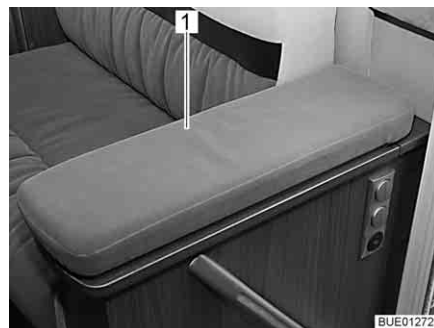
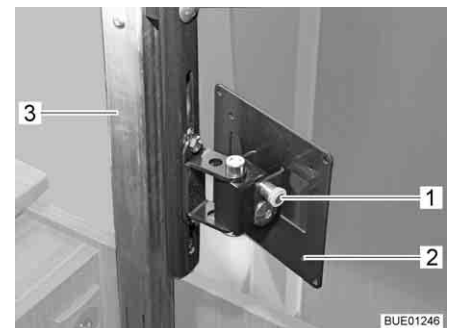

Bild 66 TV-Fach
Bild 67 Hubmechanismus
- Abdeckung (Bild 66,1) des TV-Fachs in der Mitte leicht nach unten drücken. Die Ausschubsäule (Bild 67,3) wird entriegelt und fährt nach oben.
- Entriegelungsknopf (Bild 67,1) ziehen und die Halterung (Bild 67,2) mit Flachbildschirm in die gewünschte Position schwenken.
- Flachbildschirm in die Ausgangslage zurückschwenken, bis die Halterung (Bild 67,2) in die Verriegelung einrastet.
- Abdeckung (Bild 66,1) in der Mitte gegen den Widerstand der Ausschubsäule (Bild 67,3) nach unten drücken, bis die Verriegelung einrastet.